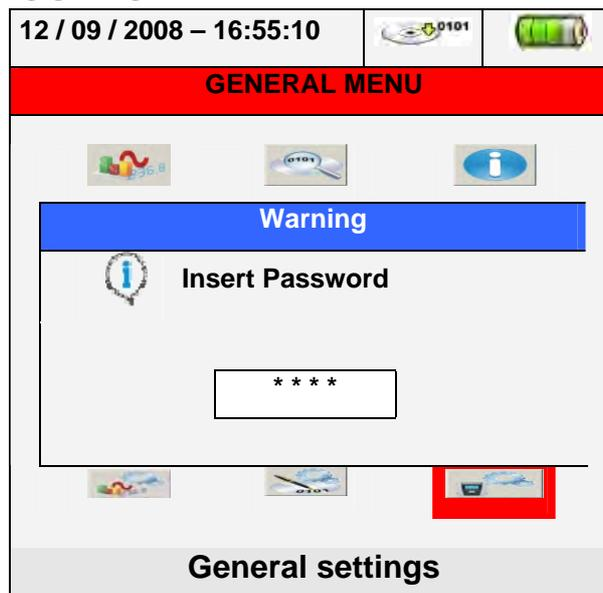

Abb. 13: Passwort Eingabe
5. Wenn ein falsches Passwort eingegeben wird oder mehr als 10 s vergehen, zeigt das Messgerät die Warnmeldung „Falsches Passwort“ („Wrong Password“), und die Eingabe muss wiederholt werden. Sobald das korrekte Passwort eingegeben wurde, bricht das Messgerät unverzüglich die laufende Messung ab, und das entsprechende Symbol im Display (siehe Abb. 13) verschwindet.